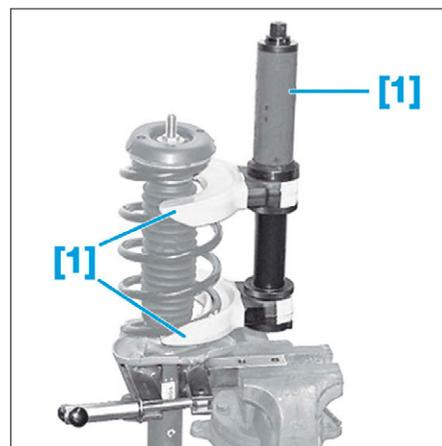

FIG. 13
- Comprimer le ressort à l'aide de l'outil [1] (Fig.13).